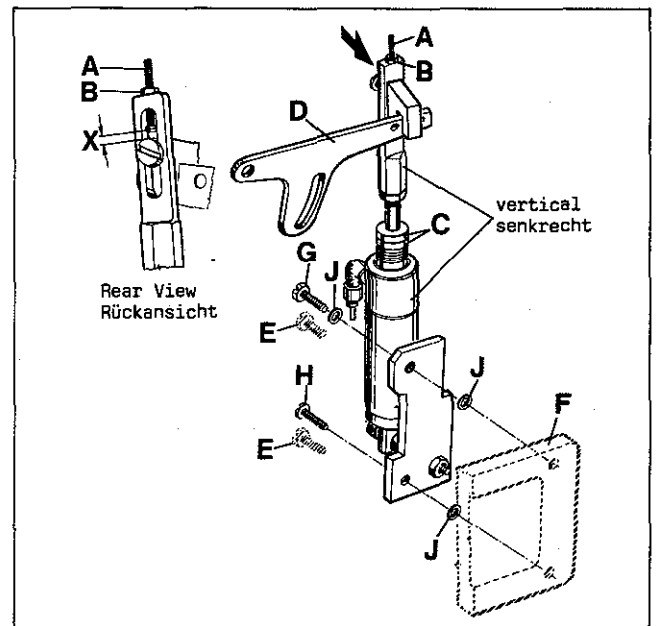

Fig.46
Assemble the pneumatic presser foot lifter, supplied with the sewing table, to the sewing machine (see Fig. 46). For this remove two hex. head screws (E) from the support bracket (F) for the thread trimmer drive. Mount the presser foot lifter with the two screws (G and H, Fig. 46) and three washers (J) so that the air cylinder with strap is vertical (standard setting). Complete the tube connections, see Fig.3
Bauen Sie den mit dem Nähstisch gelieferten pneumatischen Drückfußlifter an die Nähmaschine (siehe Fig. 46). Dazu müssen zwei Sechskantschrauben (E) aus dem Lagerbock (F) für den Fadenabschneider-Antrieb entfernt werden.
Montieren Sie den Drückfußlifter mit den zwei Schrauben (G und H, Fig. 46) und den drei Scheiben (J) so, daß der Luftzylinder mit Lasche senkrecht steht (Standard-einstellung). Stellen Sie die Schlauchverbindungen her, siehe Fig. 3.
With adjusting screw (A, Fig. 46) the presser foot lifting can be changed. Loosen lock nut (B) and turn adjusting screw (A) down to increase the presser foot lifting or up to decrease it. Retighten lock nut (B).
The end play (X, Fig. 46) of presser foot lifter lever (D) should be at least 1 mm (3/64 in.) before the presser foot starts lifting.
Mit der Einstellschraube (A, Fig. 46) kann das Anheben des Drückerfußes verändert werden. Lösen Sie die Feststellmutter (B) und drehen Sie die Einstellschraube (A) nach unten um das Anheben des Drückerfußes zu vergrößern oder nach oben, um es zu verkleinern. Ziehen Sie die Feststellmutter (B) wieder an.
Der Ausbau eines oder beider Anschlagringe (C) ist erforderlich, wenn der Drückerfuß mehr als 2 mm angehoben wird. Das Spiel (X, Fig. 46) des Drückerfußlifterhebels (D) muß mindestens 1 mm betragen bevor der Drückerfuß anzuheben beginnt.